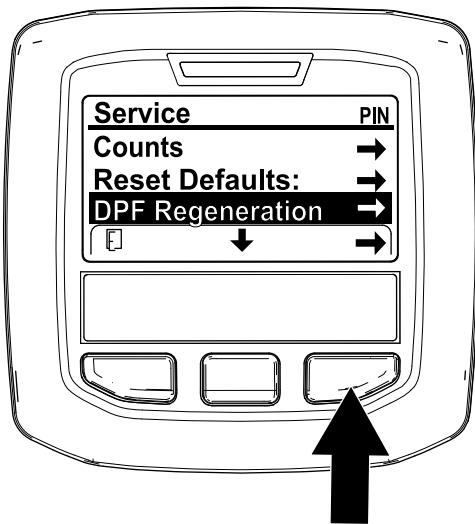

Bild 42
- Navigieren Sie auf das Menü „Service“ und drücken Sie die mittlere Taste, um auf die Option DPF REGENERATION zu navigieren (Bild 42).
- Drücken Sie die rechte Taste, um den Eintrag „DPF Regeneration“ auszuwählen (Bild 42).